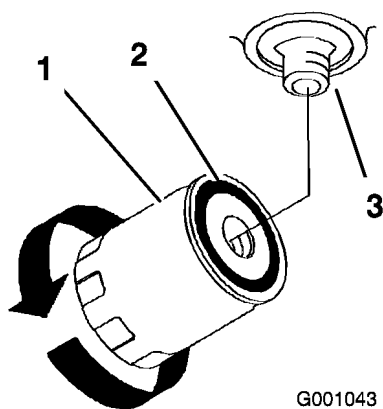

Figure 56
- Appliquez une fine couche d'huile propre sur le joint en caoutchouc du filtre de rechange (Figure 56).
- Remplissez le réservoir hydraulique jusqu'à ce que le liquide déborde du filtre. Tournez alors le filtre à huile dans le sens horaire jusqu'à ce que le joint en caoutchouc vienne toucher l'adaptateur du filtre. Serrez ensuite le filtre de 1/2 tour supplémentaire (Figure 56).